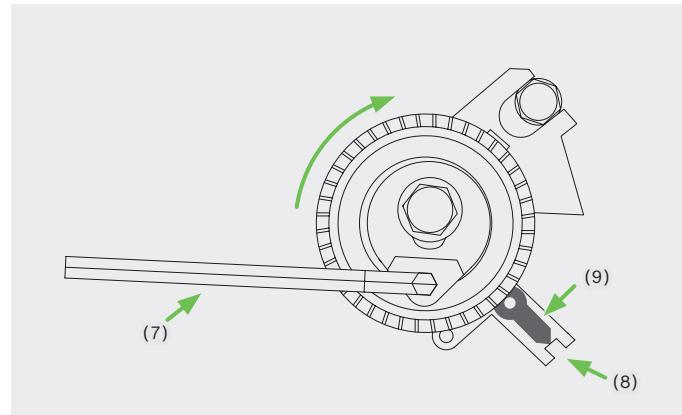

Bild 2
- Spannrolle mit Inbusschlüssel (7) gegenhalten und die Schraube der Spannrolle lockern
- Spannrolle langsam im Uhrzeigersinn drehen, bis Kerbe (8) mit Zeiger (9) fluchtet (Bild 2).